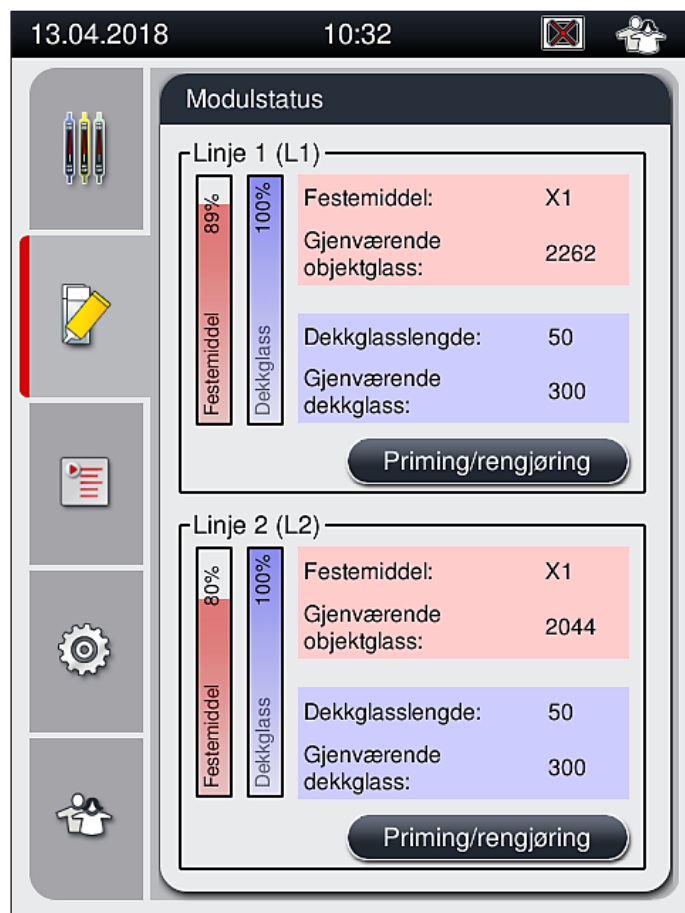

Fig. 53
10. Festemiddelflaskene som settes inn på nytt, detekteres av instrumentprogramvaren, og **modulstatusen** (→ Fig. 53) oppdateres.